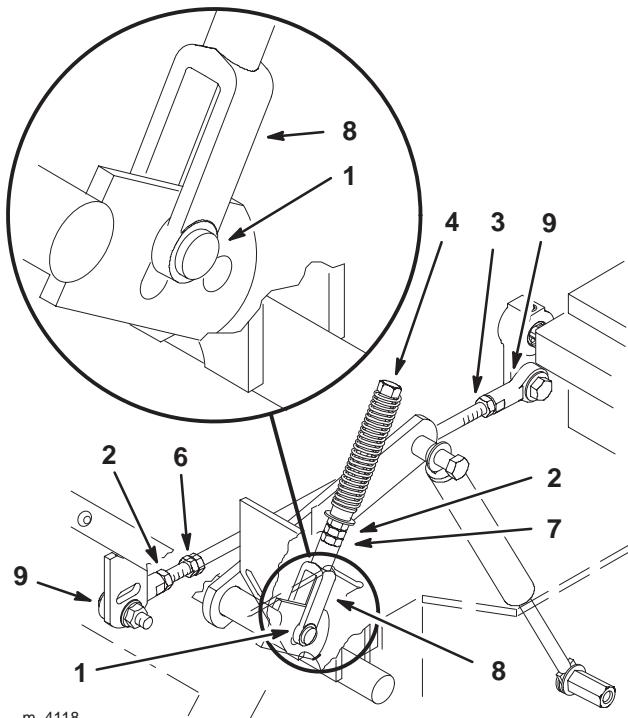

Figure 50
4. Tirez-le ensuite en arrière jusqu'à ce que l'axe de chape (situé sur le bras au-dessous de l'axe de pivot) touche l'extrémité de la fente (c.-à-d. commence juste à appuyer sur le ressort) (Fig. 50).
- Si un réglage s'impose, desserrez l'écrou et l'écrou de blocage vissés contre la chape (Fig. 50).
- Serrez l'écrou et l'écrou de blocage (Fig. 50).
- Desserrez les contre-écrous sur les rotules de la tige de commande de la pompe (Fig. 50).
- Réglez la longueur de la tige de pompe en tournant les doubles écrous dans le sens voulu, jusqu'à ce que la roue soit immobilisée ou tourne légèrement en marche arrière (Fig. 50).
- Serrez les écrous contre les rotules (Fig. 50).